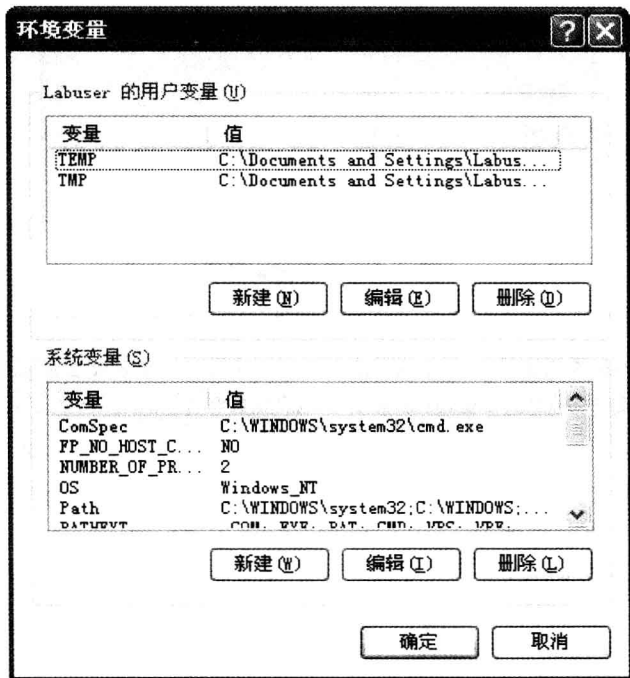

图 1.3 “环境变量”对话框
② 然后选择“高级”→“环境变量”命令,打开“环境变量”对话框,如图 1.3 所示。
注意:如果在设置为非中文语言后需要恢复到中文,可直接在图 1.3 所示的环境变量窗口中选中 LANG 变量,然后单击“删除”按钮即可。